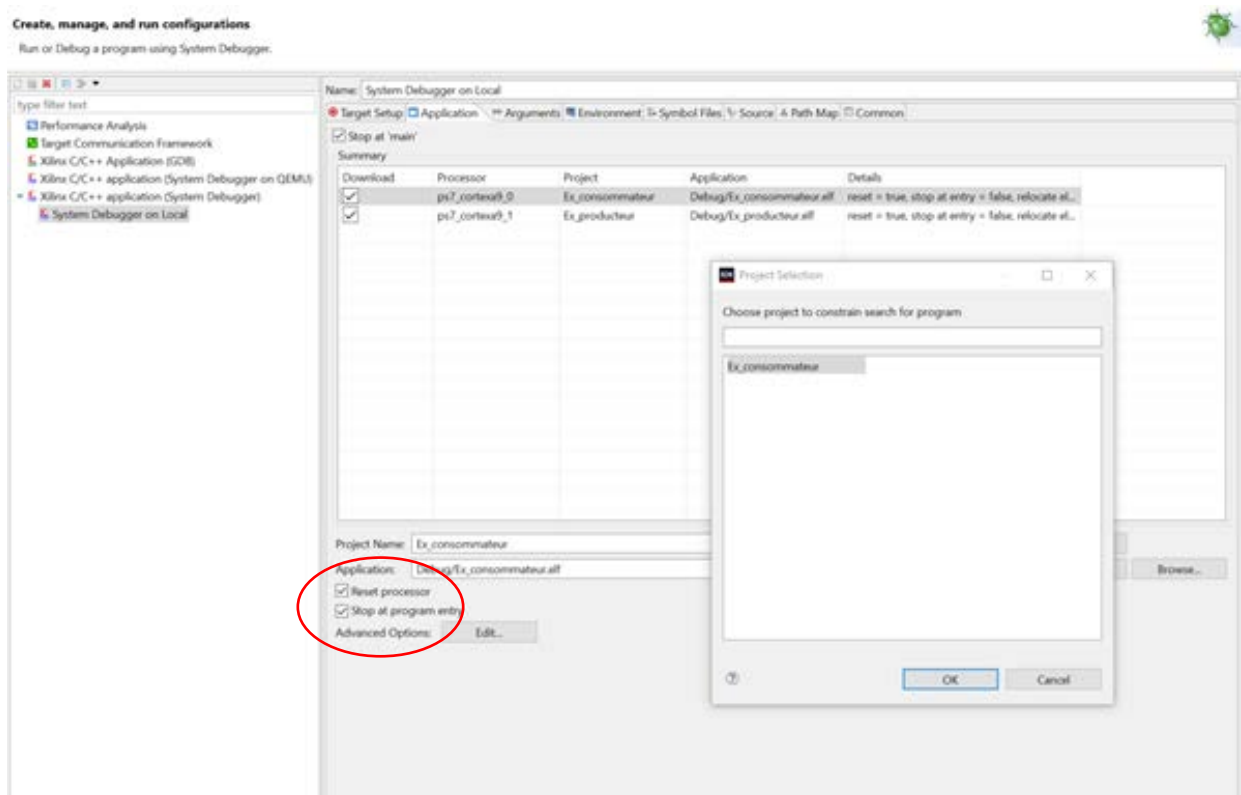
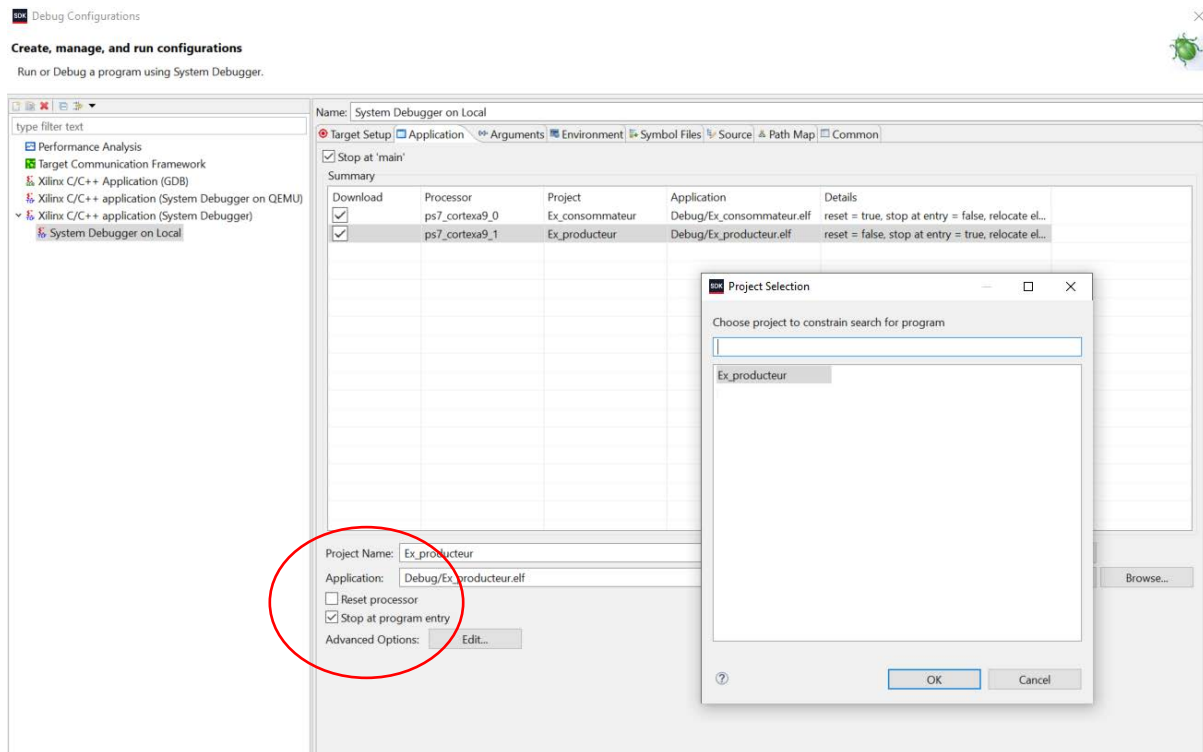

Figure 12 Programmation du core 0 (ELF) avec un reset des 2 cores
Figure 13 Programmation du core 1 (ELF) mais pas de reset cette fois (un 2^e reset aurait fait annuler la configuration sur core 0 fait à la figure 12)
- b. La partie PS demande deux chargements : la figure 12 montre le chargement de l'application *EX_consommateur.elf*, alors que la figure 13 montre le chargement de *EX_producteur.elf*